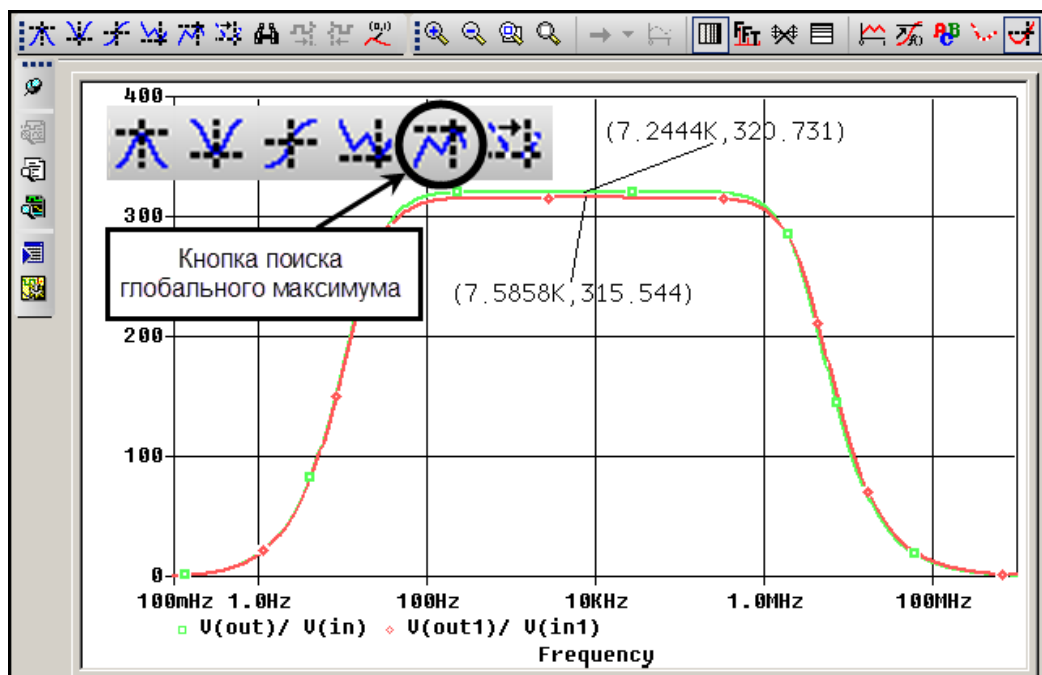

Рис. 69. Поиск максимума характеристики с помощью средств трассировки
15. Зафиксировать максимальное значение АЧХ напряжения. Включить трассировку,10 щелкнуть значок **Max** панели инструментов и поставить метку11 на каждый график (рис. 69).